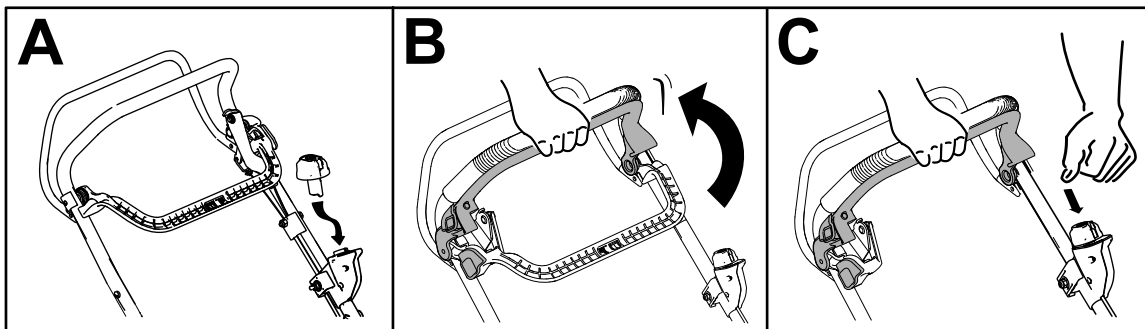

Figura 14
2. Inserite il pulsante di avviamento elettrico nell'interruttore dell'avviatore elettrico (A della Figura 14).
3. Premete la barra di comando della lama e tenetela ferma sulla stegola (B della Figura 14).
4. Premete il pulsante di avviamento elettrico e tenetelo premuto fino a quando il motore non si avvia (C della Figura 14).